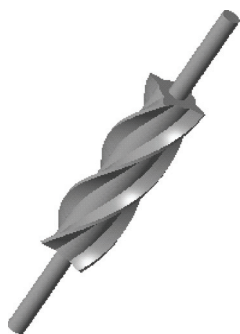

图 12-43 打开模型文件
STEP 01 单击快速访问工具栏中的“打开”按钮，打开模型文件，如图 12-43 所示。